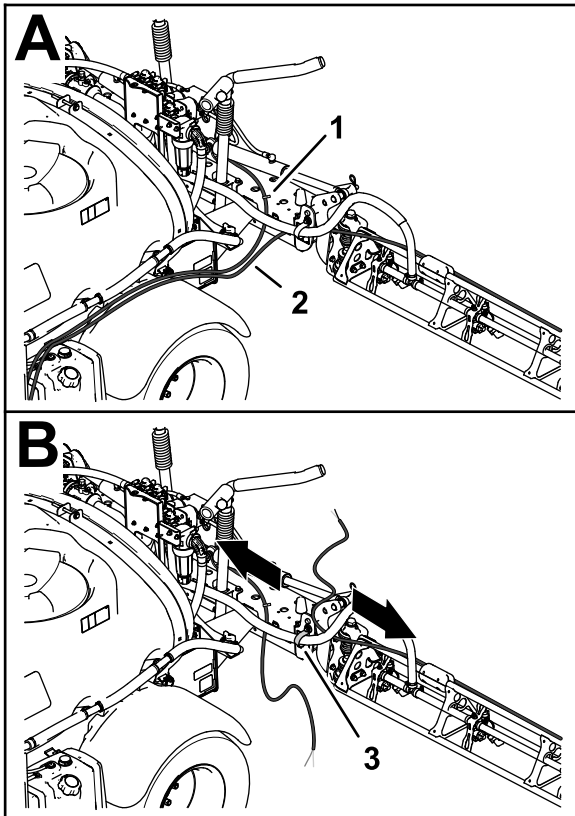

Figura 19
2. Spostate i tubi per gli ugelli della schiuma nella sezione di irrorazione di sinistra e destra, indietro e attraverso il serratubi a R accanto al punto di articolazione per la sezione di irrorazione (Figura 19).